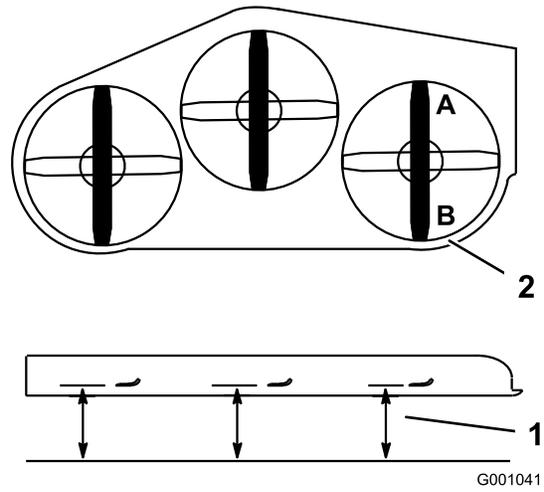
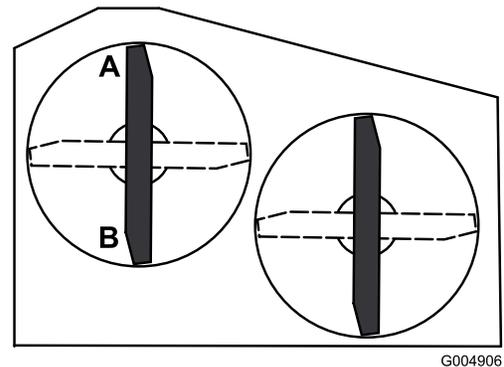

Figura 73
Figura 74
2. Coloque una cuchilla en posición longitudinal. Mida en las posiciones **A** y **B** desde una superficie nivelada hasta el filo de corte de los extremos de la cuchilla (Figura 73 o Figura 74). Para las plataformas de cortacésped de 36 pulgadas, consulte la Figura 74.
- Coloque las cuchillas en posición longitudinal. Mida en las posiciones C y D (Figura 73) desde una superficie nivelada hasta el filo de corte de las cuchillas.